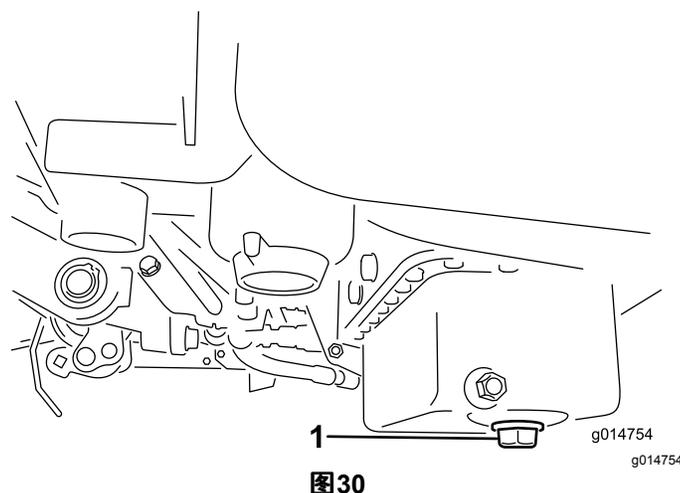

图30
1. 拆下排油塞、让油流入放油盘。油不再流时、安装排油塞 图30。